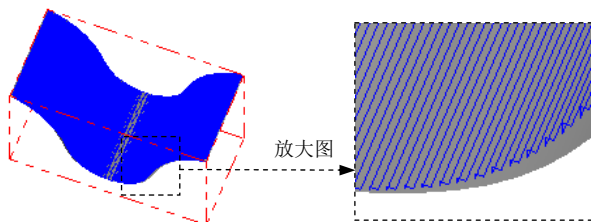

图 11.2.6 刀具路径
- (2) 设置切削方式。在“精加工平行铣削参数”选项卡的“切削方式”下拉列表中选择“双向”选项。
- (3) 设置切削间距。在“精加工平行铣削参数”选项卡中的“大切削间距 (mm)”文本框中输入值 0.6。
- (4) 设置切削角度。在“精加工平行铣削参数”选项卡中的“加工方式角度”文本框中输入值 90。
- (5) 完成参数设置。对话框中的其他参数保持系统默认设置值，单击“曲面精加工平行铣削”对话框中的“ ”按钮，同时在图形区生成图 11.2.6 所示的刀具路径。
(1) 在“操作管理器”中单击“ 刀具路径 - 107.5K - ROUGH_PARALL.NC - 程序号码 0”节点，系统弹出“路径模拟”对话框及“路径模拟控制”操控板。
(2) 在“路径模拟控制”操控板中单击“ ”按钮，系统将开始对刀具路径进行模拟，结果与图 11.2.6 所示的刀具路径相同，在“路径模拟”对话框中单击“ ”按钮。